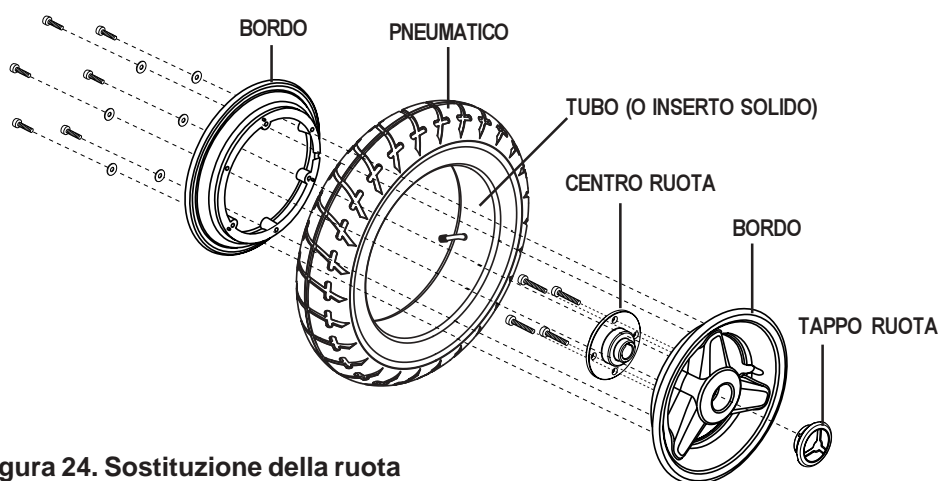

Figura 24. Sostituzione della ruota
4. Rimuovere il tappo del pneumatico. Vedere figura 24.